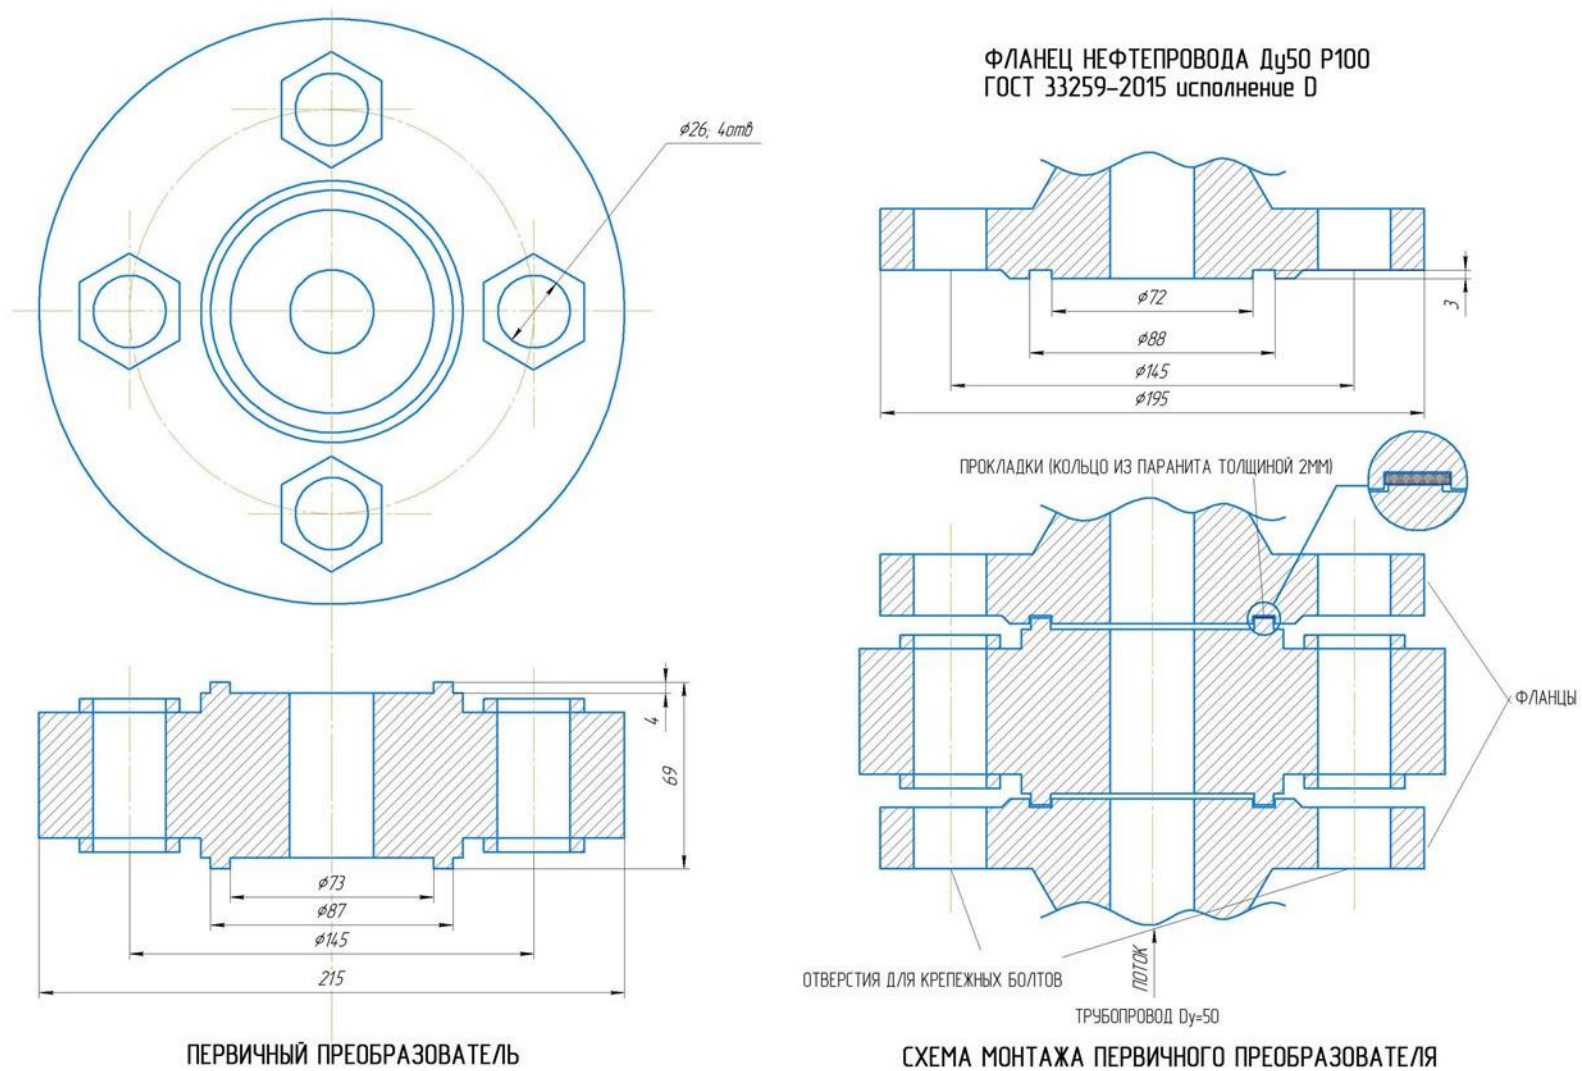

Рисунок 20 - Габаритные и присоединительные размеры УДВН-2п для исполнения P100
- Приложение №3.** Рисунок 20 - Габаритные и присоединительные размеры УДВН-2п для исполнения Р100;